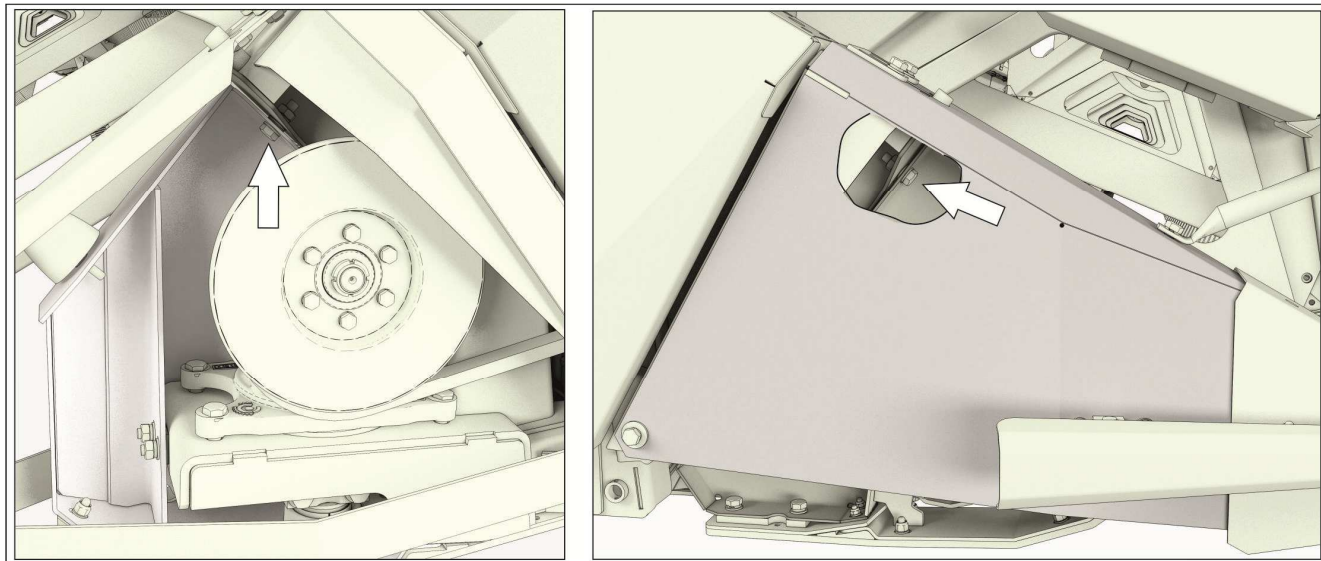

Рисунок 6.9 – Переоборудование жатки
2) Открепить болтокрепёж крепления подвижных боковин режущего аппарата к каркасу с обеих сторон жатки (рисунок 6.9);
2) зафиксировать рычаги и подвижные боковины режущего аппарата на каркасе жатки болтокрепёжом (рисунок 6.9). При этом режущий аппарат примет положение, показанное на рисунке 6.14;